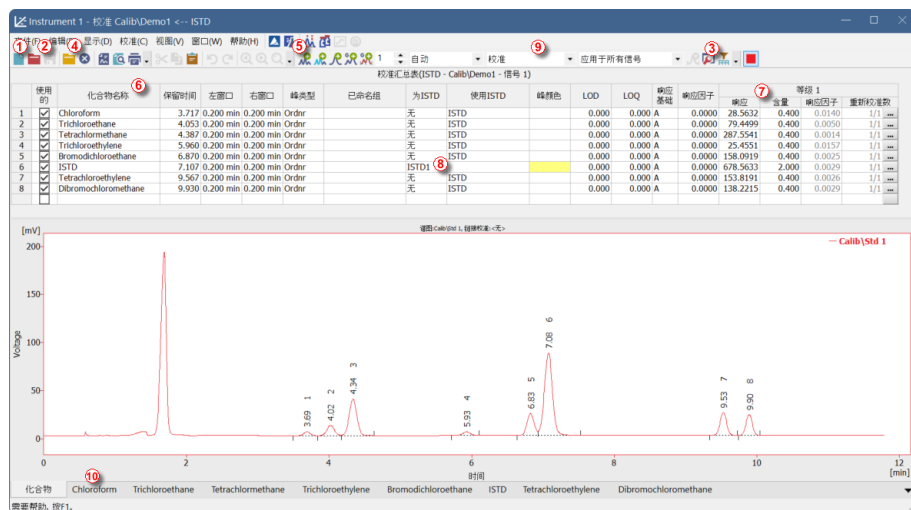

图13: 校准窗口 - 打开标准
- 单击 **结果表** ① 中的一个单元格将为与您刚刚选择的行相对应的峰值 (或选择的多个单元格的峰值) 上色。
- 一次只能激活一个检测器信号。活动信号可通过三种方式识别：第一种是在 **色谱图** ② 右上角的图例部分，活动信号以粗体文字显示；第二种，在 **重叠工具栏** ③ 中，它被标记为一个凹陷的图标 ；第三种，可以通过 **色谱图** 轮廓和表头的颜色来识别哪个是活动信号。通过在图例部分双击活动信号的名称来更改活动信号。你会发现 **结果表** 发生了变化。
- 可以使用 **色谱窗口** ④ 左侧工具栏对应的图标或者直接点击下部的 **积分标签** ⑤ 来修改当前活动的色谱峰的积分。使用任何方式对积分进行修改都将反应在 **积分表** 中，并且将会保存至示例的方法下。
- 要永久地为色谱峰添加颜色，请单击 **结果** 标签右侧的 **视图按钮** ⑥。这个操作将会链接进校准文件。在 **校准汇总表**，找到 **峰颜色列** (查看第 21 页第 **图 13**)。如果需要对色谱峰修改颜色，可以点击该区域并选择  图标选择色谱峰希望显示的颜色。选择需要的颜色并点击 **确定**。关闭 **校准窗口** 时，系统将要求您保存更改。通过菜单栏的  图标返回 **色谱图窗口**。现在在 **校准窗口** 设置的色谱峰颜色会显示在当前色谱图上。
- 使用 **打开标准**  图标 (黄色) ④ 打开 **STD1.PRM** 数据文件。现在在校准窗口的下方会显示标准品的色谱图。
- 点击 **增加所有**  图标 (蓝色) ⑤ 将所有已定义的色谱峰添加至校准表。校准窗口中显示的表格将如第 21 页第 **图 13** 所示准备完成。
- 如校准汇总表和色谱图所示, 每个峰都是用它们的保留时间来识别的。要标记峰, 请单击 **化合物名称列** ⑥ 中的区域并将其编辑为第 21 页第 **图 13** 上所示的名称。您还可以在 **峰颜色列** 中设置特定峰的颜色, 例如, 将 **ISTD** 峰的颜色设置为黄色。请注意, 所做的更改不会立即影响当前色谱图。
- 根据对应的化合物浓度填写 **含量列** ⑦ 的数值。在本混合标准品中, 除了第 6 个色谱峰 (**ISTD**) 外, 其余化合物的含量都是 **0.4**。
- 第 6 个峰被标记为 **ISTD** 峰。在为 **ISTD** 列更改该化合物的类型为 **ISTD1** ⑧, 并在 **含量列** 将数值修改为 **2**。